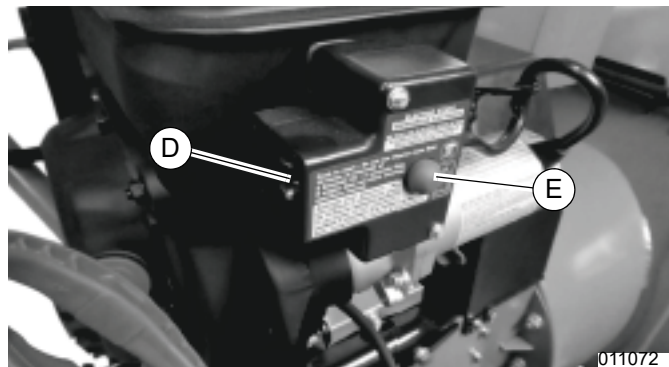

Figura 3-4. Caja de control y botón del arrancador
5. Consulte la Figura 3-4. Conecte un cable de extensión para servicio pesado en la caja de control (D) y conecte el cable de extensión en un tomacorriente de 120 V.